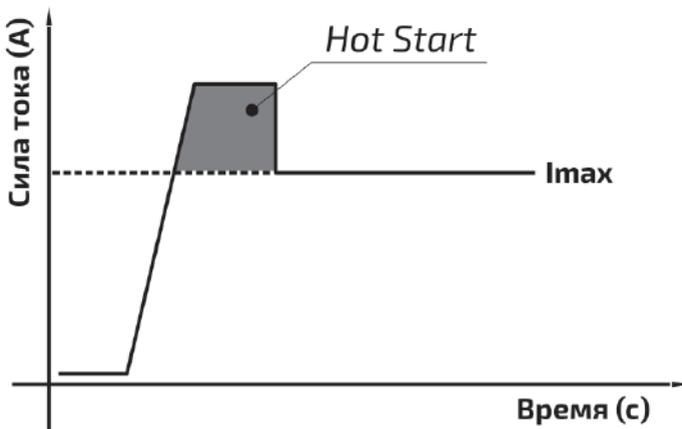

Рис. 12.2.2. Hot Start.
5. Установите необходимое значение Arc Force (см. рис. 12.2.2). **Arc Force в большинстве случаев можно установить в среднее значение.**
**Hot Start (горячий старт)** – служит для обеспечения лучшего поджига дуги в начале сварки, инвертор автоматически повышает сварочный ток. Это позволяет значительно облегчить начало сварочного процесса (см. рис. 12.2.2).